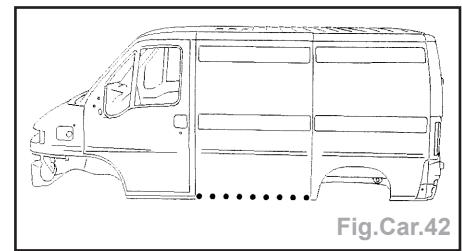

Fig.Car.42
- Positionner les éléments (Fig.Car.42) :